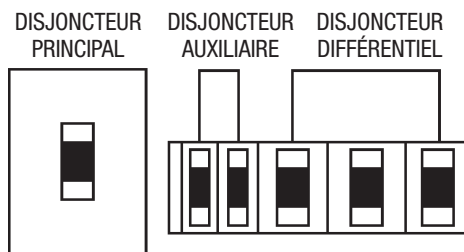

**Figure 40. Disjoncteurs (Arrêt)
1. Placer les disjoncteurs **principal**, **G.F.C.I.** et **aux.** (Figure 40) dans la position d'arrêt **OFF** avant de démarrer le moteur.